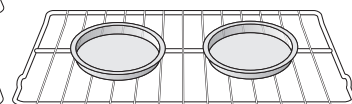

Fig. 4
5. En tenant le bras connecteur en place, tournez-le afin que son extrémité pointe vers le **haut** (fig. 4 et 5). Le bras connecteur devrait désormais être verrouillé en place.